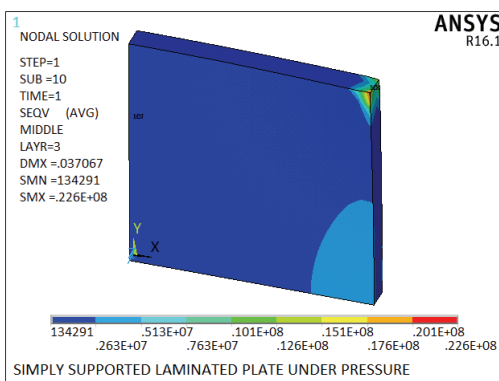

图 6-56 第 3 层等效应力等值线图
12) 选择 Main Menu | General Postproc | Plot Results | Contour Plot | Nodal Solu 命令, 出现 Contour Nodal Solution Data 对话框, 在 Item to be contoured 列表框中选择 Nodal Solution | Stress | von Mises stress, 单击 OK 按钮, ANSYS 窗口将显示如图 6-56 所示的等效应力等值线图。